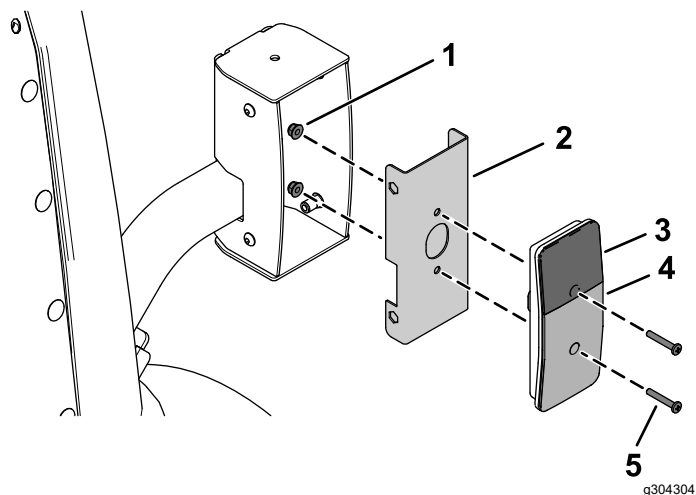
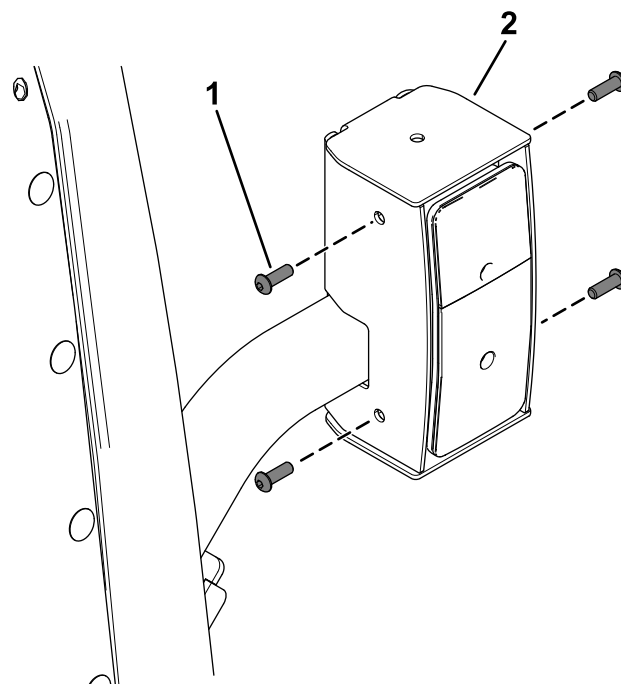

Figure 36
Figure 37
- Fixez les feux arrière sur les supports intérieurs à l'aide de 4 vis à tête tronconique (n° 10 x 1¼") et 4 écrous à embase (n° 10), comme montré à la Figure 36.
- Fixez les feux arrière sur leurs boîtiers à l'aide de 8 boulons à tête ronde (¼" x ¾"), comme montré à la Figure 37.
Veillez à monter les feux arrière avec le verre jaune en haut (Figure 36 et Figure 37).